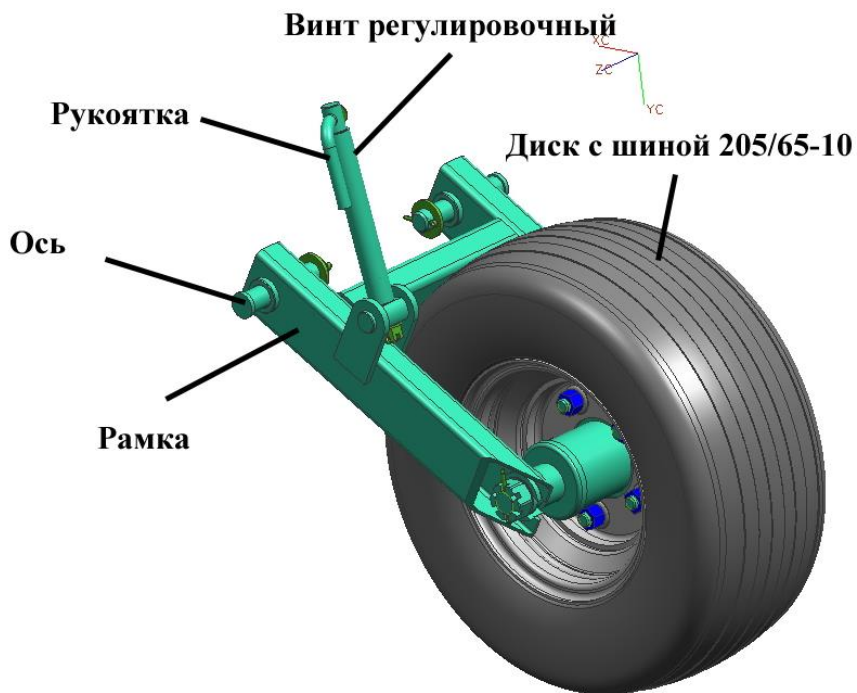

Рисунок 5 – Колесо копирующее
- установить два копирующих колеса на центральную секцию. Для этого вынуть рукоятку с регулировочного винта, закрутить винт в резьбовой сухарь секции, накрутить контргайку, установить рукоятку на место, вращая винт, совместить отверстие рамки колеса с отверстиями кронштейнов и установить оси (рисунок 5);